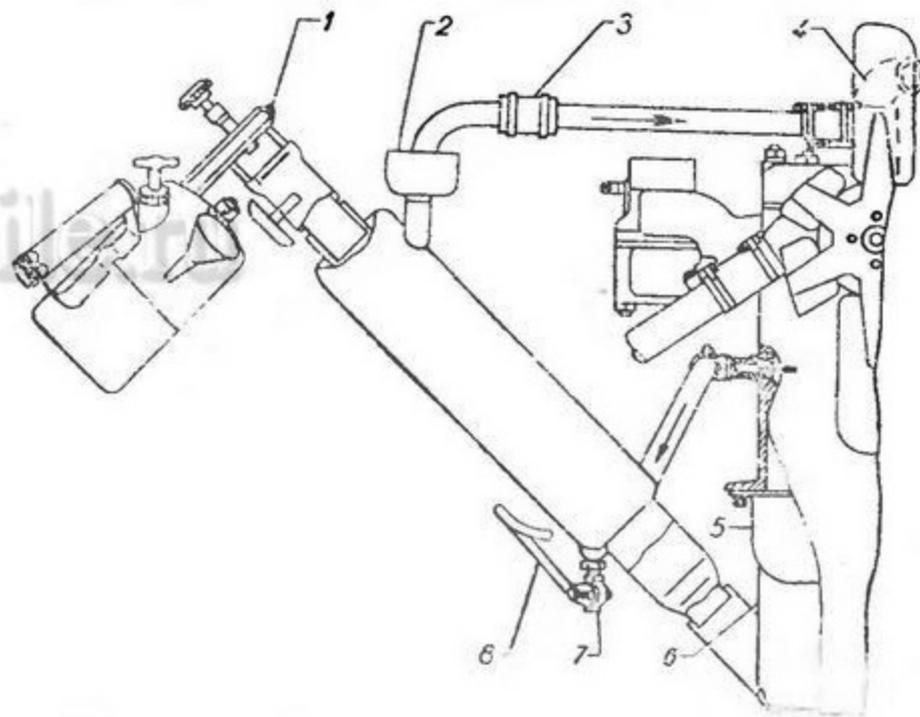

Рис. 2. Установка лампы в котел пускового подогревателя.
2. Закрывать сливной краник 7 (рис. 2) системы охлаждения, расположенный на котле, и краник отопителя на головке цилиндров. Отвернуть пробку в заливочной воронке 2 котла.